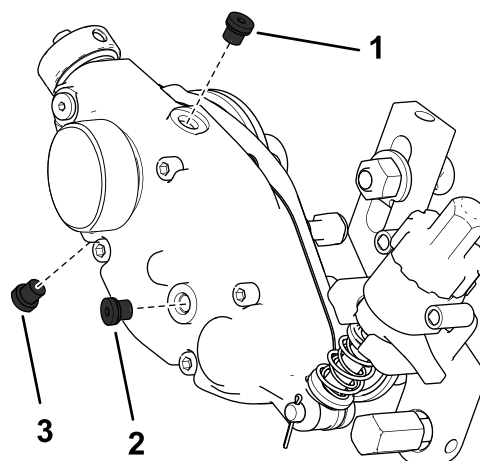

Figura 32
2. Rimuovete il tappo di spurgo situato nella parte inferiore dell'alloggiamento (Figura 32).
3. Rimuovete il tappo di riempimento a lato dell'alloggiamento e allentate il tappo di sfiato nella parte superiore per lasciar passare l'aria (Figura 32).